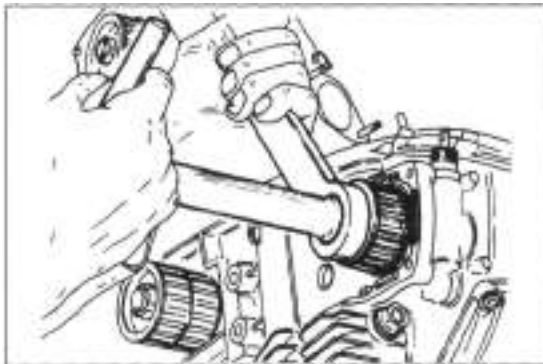

Bild 136
- Treibrad mit Ducati-Werkzeug 88700.5644 gegenhalten und Befestigungsmutter mit DUCATI-Werkzeug 88713.0139 ausdrehen (Bild 136). Mutter ist selbstsichernd und zum einmaligen Gebrauch bestimmt - bei Montage durch Neuteil ersetzen!